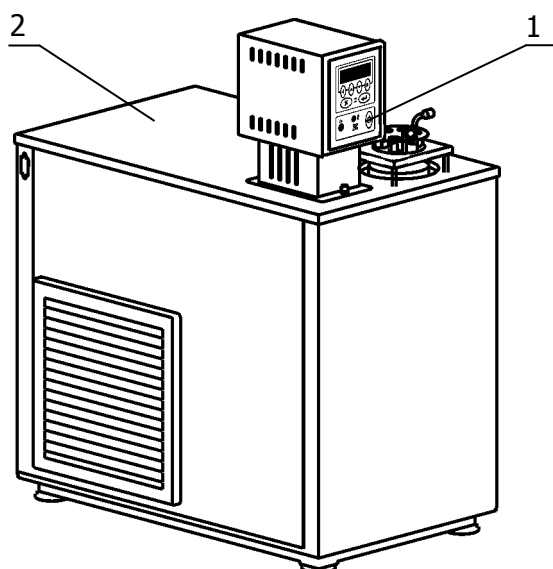
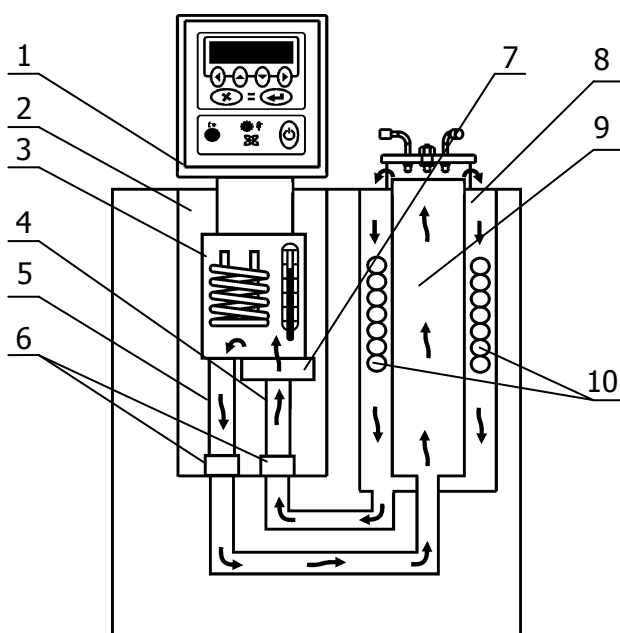

Рисунок 1 — Внешний вид термостата «ТЕРМОТЕСТ-100»
Рисунок 2 — Устройство термостата
1.4.2 Конструкция термостата состоит из блока регулирования температуры 1 и корпуса 2 (рисунок 1), внутри которого расположены: основная 2, рабочая 9 и дополнительная 8 ванны (рисунок 2). В корпусе термостата также размещена холодильная машина. В основной ванне 2 расположены блок регулирования 1 с входной 4 и выходной 5 трубками и соединительные муфты 6 (рисунок 2). В дополнительной ванне 8 расположен теплообменник 4, по которому прокачивается хладагент при работе холодильной машины.
1.4.3 Работа термостата заключается в поддержании заданной температуры циркулирующего теплоносителя и обеспечении равномерного температурного поля в рабочей ванне 9. Циркуляция теплоносителя обеспечивается центробежным насосом 7 (рисунок 2), расположенным в блоке регулирования температуры.
1.4.4 Поддержание заданной температуры теплоносителя посредством нагрева осуществляется блоком регулирования температуры 1 (рисунок 1). Управление режимами регулирования температуры теплоносителя описано в документе «ТКЛШ 3.222.009-10 РЭ. Блок регулирования температуры погружной циркуляционный «М10».
1.4.5 Охлаждение теплоносителя осуществляется с помощью холодильной машины посредством теплообменника 10, установленного в дополнительной ванне 8 (рисунок 2).
1.4.6 Циркуляционный насос 7 блока регулирования температуры 1, через входную трубку 4 забирает теплоноситель из внешней ванны 8 и нагнетает его в резервуар 3 с нагревателем и датчиком температуры, расположенный в основной ванне 2. В резервуаре температура теплоносителя регулируется и далее, через выходную трубку 5, вставленную в муфту 6, теплоноситель поступает в рабочую ванну 9, затем переливом — в дополнительную ванну 8 (рисунок 2). Благодаря этому происходит постоянный теплообмен между основной и рабочей ваннами и поддержание заданной температуры теплоносителя, а также, обеспечивается уровень теплоносителя, позволяющий снимать показания стеклянных термометров полного погружения.